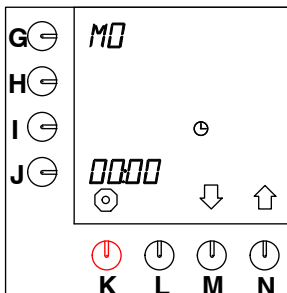

Fig. 31 Aktuelle dato og klokkeslæt
- Tryk på valgknappen (N.)↑, indtil fig. 31 (Aktuelle dato og klokkeslæt) vises i displayet.
- Timeindstillingen ved siden af programmeringsknappen begynder at blinke (fig. 31).